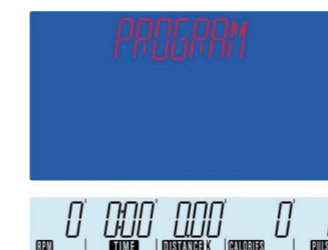

Bild 9
- Programm-Modus: Wählen Sie den Programm Modus entweder über das Menü aus oder direkt über die Taste PROGRAMMMODUS (Bild 9). Der Programm Modus verfügt über 12 verschiedene Modi, durch drücken der Enter-Taste bestätigen die jeweilige Auswahl und können die Zeitvorgabe einstellen. Das Trainingsprogramm wird beendet durch drücken der Stop Taste oder wenn das Trainingsziel erreicht wurde. Drücken Sie Reset um den Modus zu verlassen.
5. Kalorienmodus: Wählen Sie den Programm Modus entweder über das Menü aus oder direkt über die Taste PROGRAMM MODUS (Bild 9).